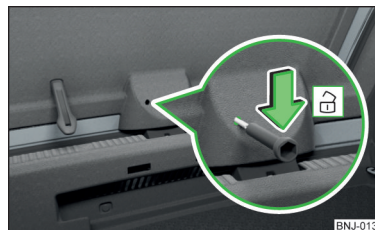

Fig. 195 Sbloccaggio del portellone bagagliaio
- › Introdurre un cacciavite o un attrezzo simile nell'apertura del rivestimento » fig. 195 fino all'arresto.